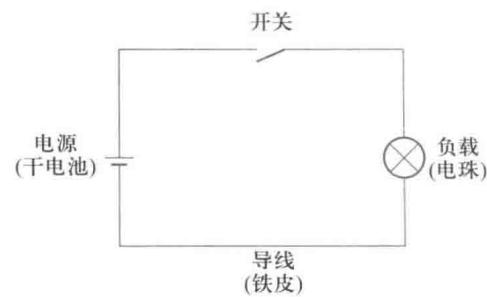

图 1-2 手电筒电路
电源、负载、开关等通过导线连接，并按照一定方式构成的闭合电流通路，即电流通过的路径称为电路，如图 1-2 所示。
1. 列出图 1-2 中手电筒电流流经的主要部件名称。